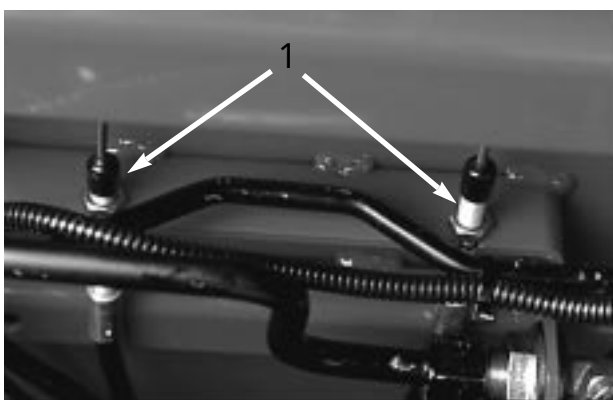

図 63
2. 行きしろを小さくするにはブレーキを締める：ブレーキケーブル（図63）の端にある前ナットをゆるめ、後ろナットを締めてケーブルを後ろへ引く。行きしろが12～25 mmとなるように調整し、前ナットを締めて終了。